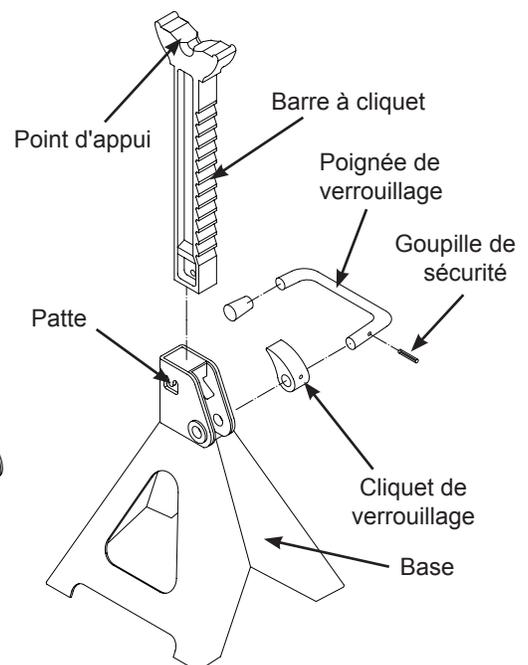

Figure 2 : Composants des béquilles de cric
3. Le verrouillage de la barre à cliquet et de l'encliquetage se fait en pesant tout simplement sur la patte (voir figure 2) vers l'intérieur à l'aide d'un marteau et d'un poinçon adéquats. La barre ne se déplacera pas de façon inattendue.